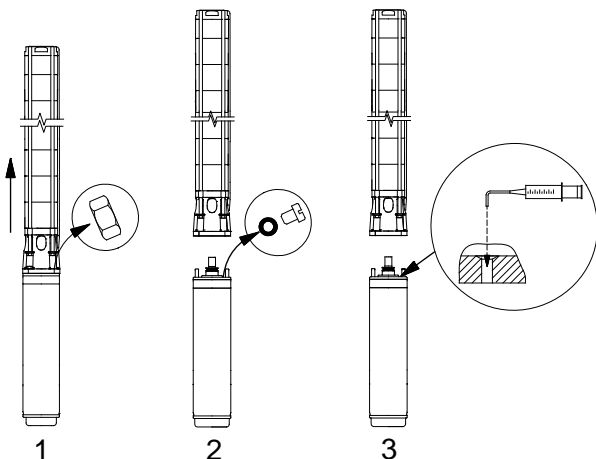

Fig. 3
- Si se suministra el motor de un stock, hay que comprobar el nivel del líquido antes de montar el motor en la bomba, ver fig. 3.
- En el caso de reparación, hay que comprobar el nivel del líquido, ver fig. 3.
1. Colocar la bomba sumergible como indica la fig. 3. El tornillo de llenado debe estar en el punto más alto del motor.
3. Inyectar líquido en el motor con la jeringuilla de llenado, fig. 3, hasta que el líquido vuelva a salir por el orificio de llenado.